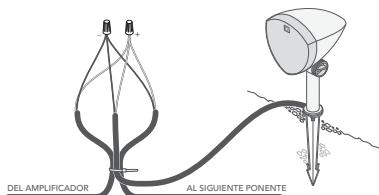

Figura 7
- Corte los dos cables correctos para el altavoz izquierdo o derecho (consulte las tablas a continuación) y pele 3/4 de pulgada de aislamiento en los extremos expuestos de los cables de entierro; a continuación, pele 3/4 de pulgada de aislamiento de los extremos del cable flexible del altavoz correspondiente (ver figura 7).
- Cree un bucle de aproximadamente 10 pulgadas y utilice una brida de alambre para sujetar el bucle de alambre y el cable flexible del altavoz para proporcionar alivio de tensión (ver figura 7).